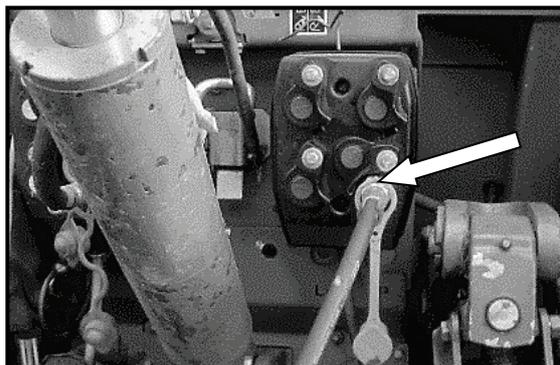

Fig. 58 Conexión del sistema hidráulico al bloque hidráulico
- Encaje la manguera hidráulica de la máquina en una válvula hidráulica de efecto simple en el bloque hidráulico del tractor (Fig. 58).